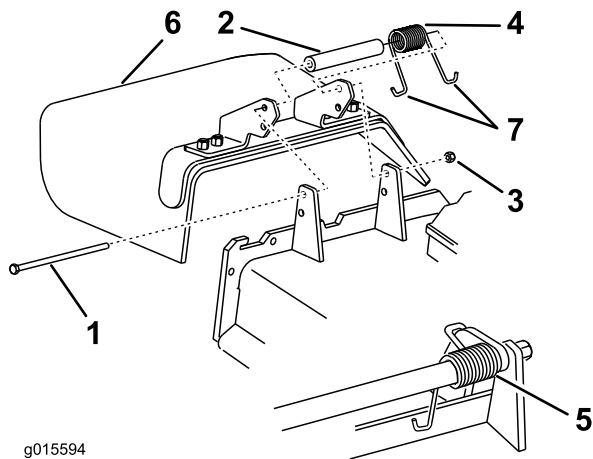

Bild 97
1. Entfernen Sie die Sicherungsmutter, Schraube, Feder und das Distanzstück, mit denen das Ablenkblech an den Drehhalterungen befestigt ist (Bild 97). Entfernen Sie defekte oder abgenutzte Ablenkbleche.
Hinweis: Achten Sie darauf, dass ein J-förmiges Federende hinter der Mähwerkkante installiert wird, bevor Sie die Schraube wie in Bild 97 gezeigt einsetzen.
3. Setzen Sie die Schraube und Mutter ein. Führen Sie ein J-förmiges Hakenende der Feder um das Ablenklech (Bild 97).